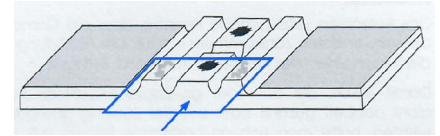

Abb. 5. Deckglas auf die angefeuchtete Zählkammer schieben.
- 3: Zählkammer vorbereiten: mit entionisiertem bzw. dest. Wasser Aussenstege befeuchten und Deckglas mit sanftem Druck von vorne auf die Zählkammer aufschieben (Abb. 5)